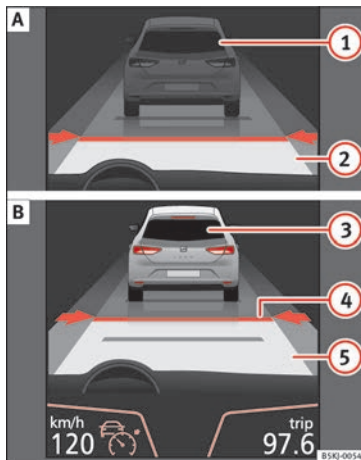
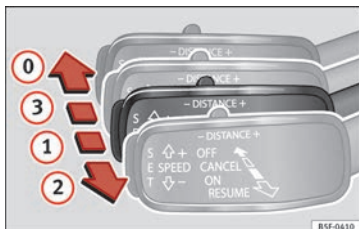

Fig. 163 Sur l'écran du combiné d'instruments : (A) ACC inactif (Standby). (B) ACC actif.
Fig. 165 À gauche de la colonne de direction : troisième levier pour utiliser le régulateur de vitesse adaptatif.
Indication d'état sur l'écran »» fig. 163 :
s'allume sur le combiné d'instruments (🟢) ; la vitesse programmée et l'état de l'ACC s'affichent à l'écran » fig. 163.
position **2** » fig. 165 ou appuyez sur la touche **SET**.
Si besoin, la vitesse programmée peut être modifiée lorsque le véhicule est à l'arrêt ou lors de la conduite. Toute modification de la vitesse programmée est indiquée dans la partie inférieure gauche de l'écran du tableau de bord » fig. 163.
- Pour activer l'ACC, appuyez sur la touche **SET** ou placez le troisième levier de l'ACC en position **2** » fig. 165. L'image de l'ACC sur l'écran du tableau de bord passe alors du mode *Inactif* (Standby) au mode *Actif* » fig. 163.
Pour désactiver l'ACC, placez le levier en position **0** » fig. 165 (le faire emboîter). Le texte **ACC désactivé** s'affiche alors et la fonction est entièrement désactivée.
Si vous ne souhaitez pas désactiver l'ACC, mais passer temporairement en mode inactif (Standby), placez le troisième levier en position **3** » fig. 165 ou appuyez sur la pédale de frein.